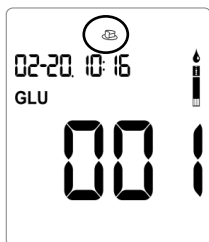
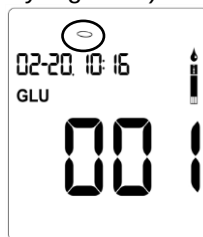

Fig. 5.30
Fig. 5.31
- Si olvida seleccionar el marcador de comidas, presione el botón “S” para seleccionar el marcador de comidas. (Ver Fig. 5.30 y Fig. 5.31)